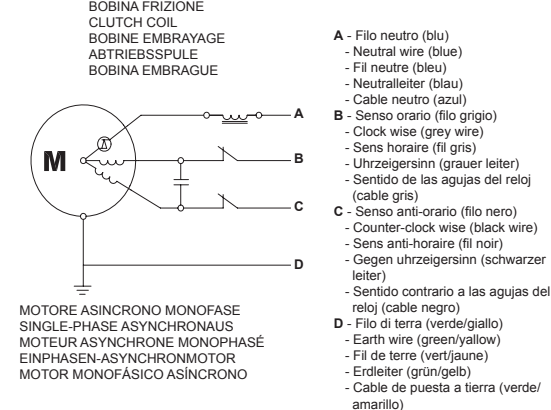

Fig.14
4.2 Procédure de réglage de la série TUBOLAIRE S (standard) (Fig.14)